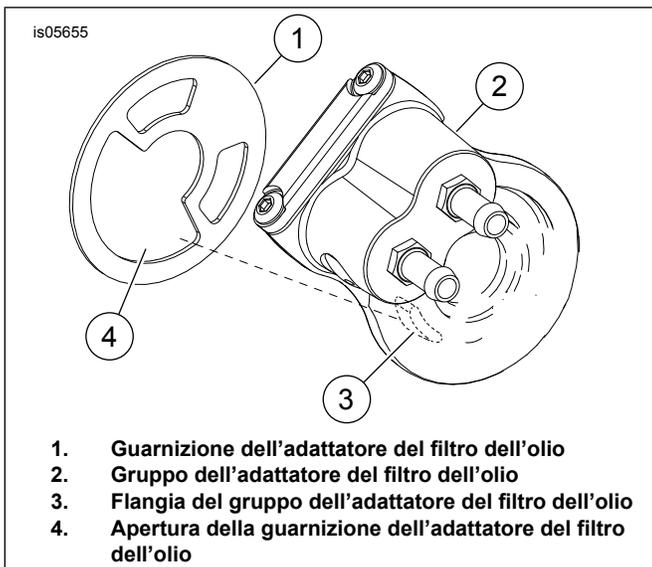

Figura 2. Allineamento del gruppo dell'adattatore del filtro dell'olio
2. Vedere Figura 2. Allineare la flangia (3) in modo che sia installata nell'apertura della guarnizione dell'adattatore del filtro dell'olio (4).